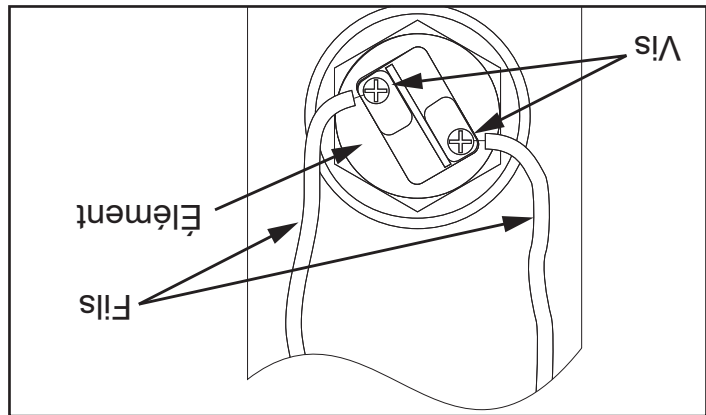
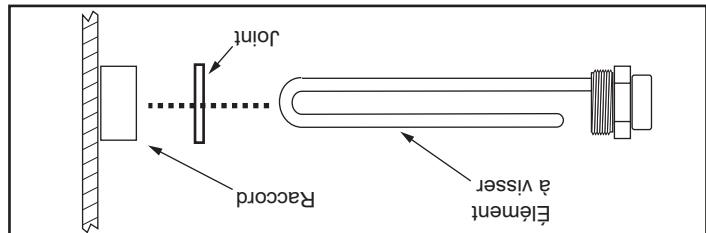

Figure 14. Câblage des éléments chauffants
Figure 15. Composants de l'élément chauffant
10. S'assurer que l'élément de recharge est de tension et puissance nominales et de forme correctes par rapport aux données de la plaque signalétique sur le chauffe-eau. Placer le(s) joint(s) neutre(s) sur l'élément et l'insérer dans le chauffe-eau (*Figure 15*). Serrer l'élément en le tournant à fond dans le sens des aiguilles d'une montre.
11. Fermer le robinet de vidange et ouvrir le robinet d'eau chaude le plus proche. Ouvrir ensuite le robinet d'arrêt d'eau froide et laisser la cuve se remplir complètement. Pour purger les conduites de tout excédent d'air et de sédiments, laisser le robinet d'eau chaude ouvert pendant trois (3) minutes une fois qu'un débit d'eau constant est obtenu.
13. Rebrancher les fils électriques sur l'élément et bien serrer les vis (*Figure 14*).
8. Débrancher les fils électriques de l'élément chauffant après avoir desserré les vis (Figure 14). Pour démonter l'élément chauffant vissé, le faire tourner dans le sens inverse des aiguilles d'une montre avec une clé à douille de 1-1/2 po. Retirer le joint existant.